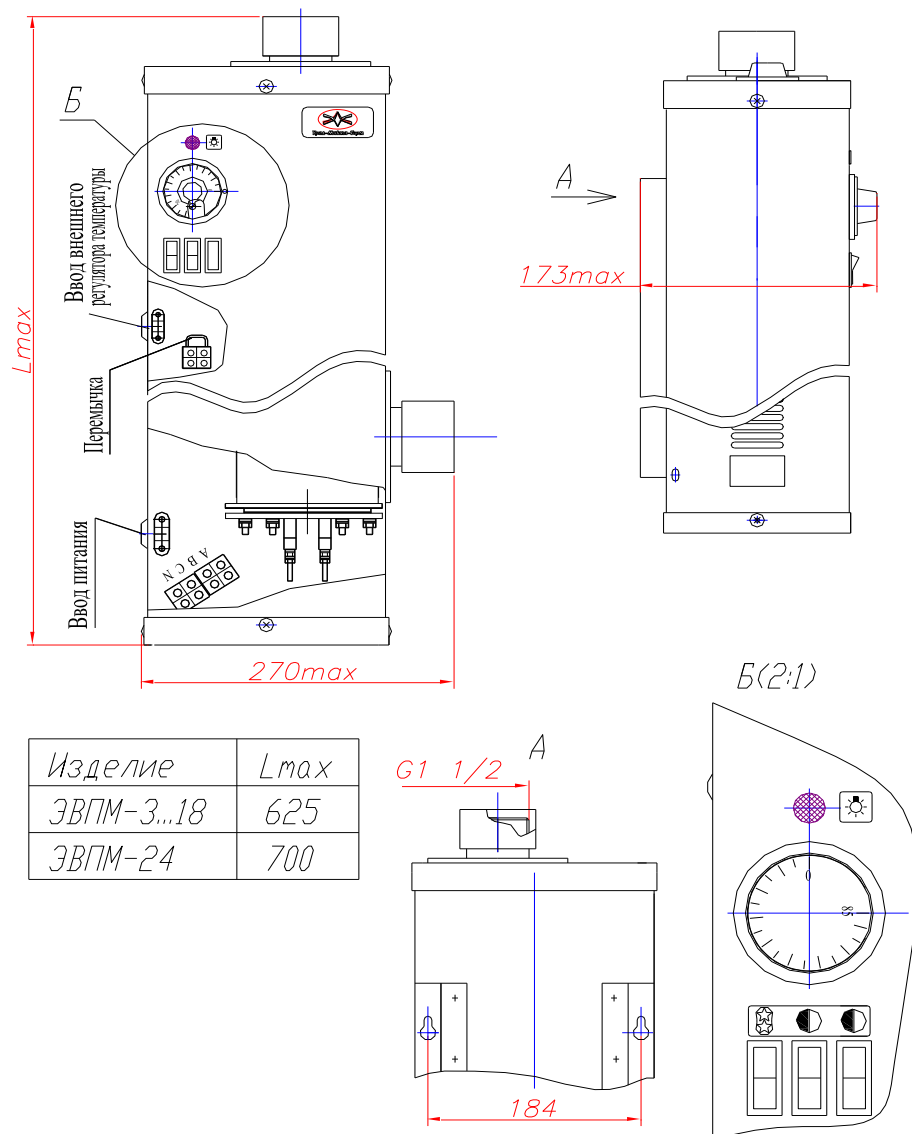

Рис. 1 Водонагреватель ЭВПМ
4.1. Водонагреватель рис. 1 представляет собой корпус из трубы, внутри которого расположены трубчатые электронагревательные элементы (ТЭН), объединенные в блок нагревателей. Корпус водонагревателя имеет два патрубка: нижний – для подвода холодной воды, верхний - для отвода нагретой воды. Корпус водонагревателя закрыт стальным кожухом.